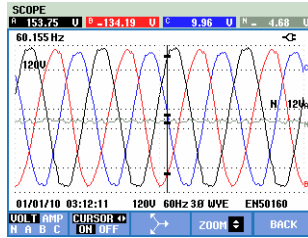

Figura 23-2. Pantalla de formas de onda, cursor activado
- Pulse F2 para activar el cursor. Utilice las teclas de flecha izquierda/derecha para desplazar el cursor en horizontal a lo largo de las formas de onda. El valor de las formas de onda en el cursor aparece en el encabezado de la pantalla como se muestra en la figura 23.2.